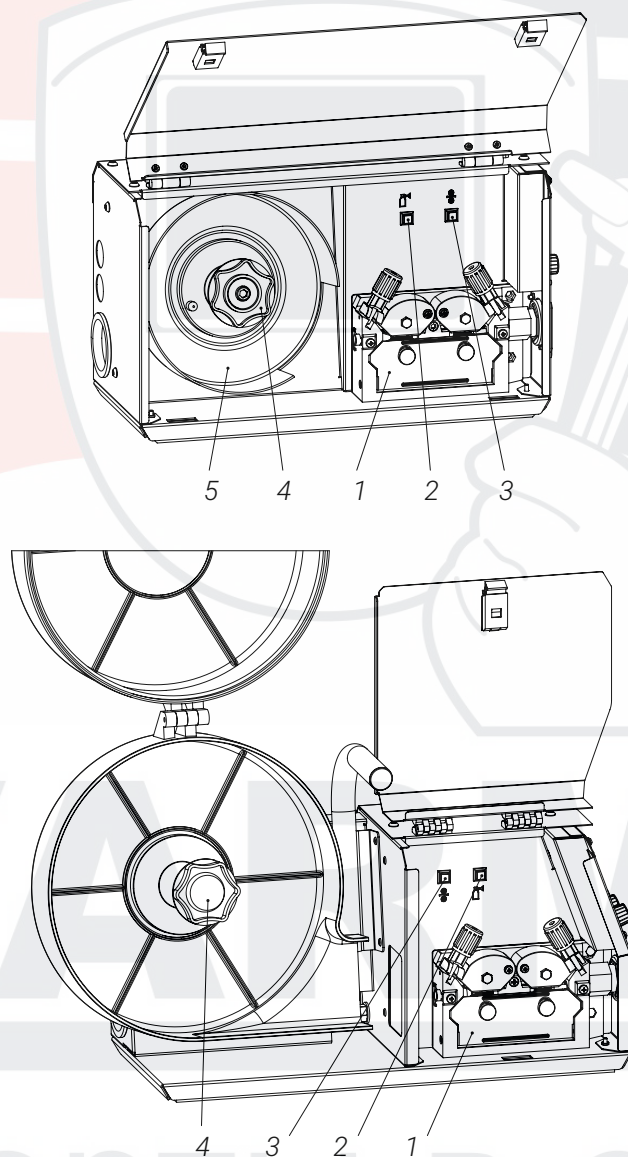

Рис. 3 – Элементы УПХП: 1 – механизм подачи проволоки, 2 – кнопка теста газа, 3 – кнопка протяжки проволоки, 4 – держатель катушки, 5 – защитный кожух катушки.
- 1 Продеть кабель-пакет через хомут (6 на Рис. 3);